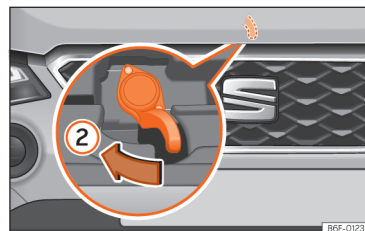

Abb. 177 Hebel unter der Motorraumklappe.
- Um die Frontklappe zu öffnen, drücken Sie den unterhalb der Frontklappe mittig vorgesehenen Hebel mit der Hand nach links » » **[Abb. 177]** ②. Die Fanghaken werden entriegelt.